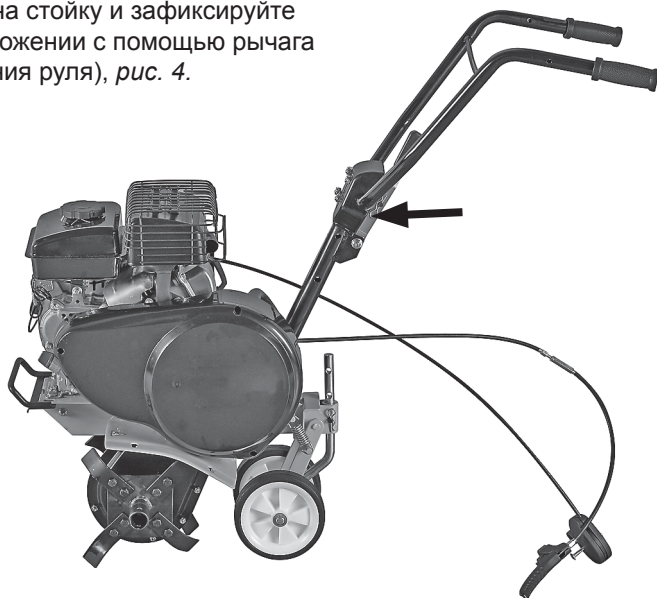

Рис. 4
2. Установите руль на стойку и зафиксируйте в произвольном положении с помощью рычага (фиксатора положения руля), *рис. 4*.